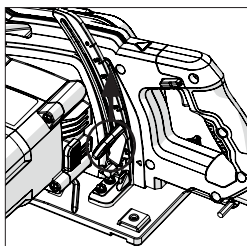

Fig. 10
- Slăbiți mecanismul de blocare a adâncimii reglate trăgând în sus de maneta de operare (5)(Fig. 10).